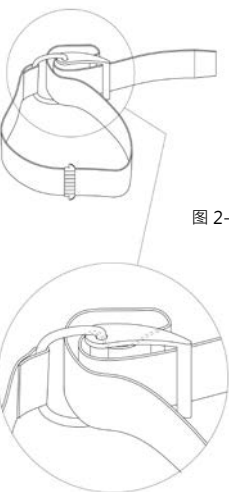

图 2-4
- 1) 旋转带扣直到它卡到打开的位置，拉动塑料带扣旁边的背带如图（图2-4）所示，夹紧在单气瓶上之前打湿背带，并调整长度（图2-7）。